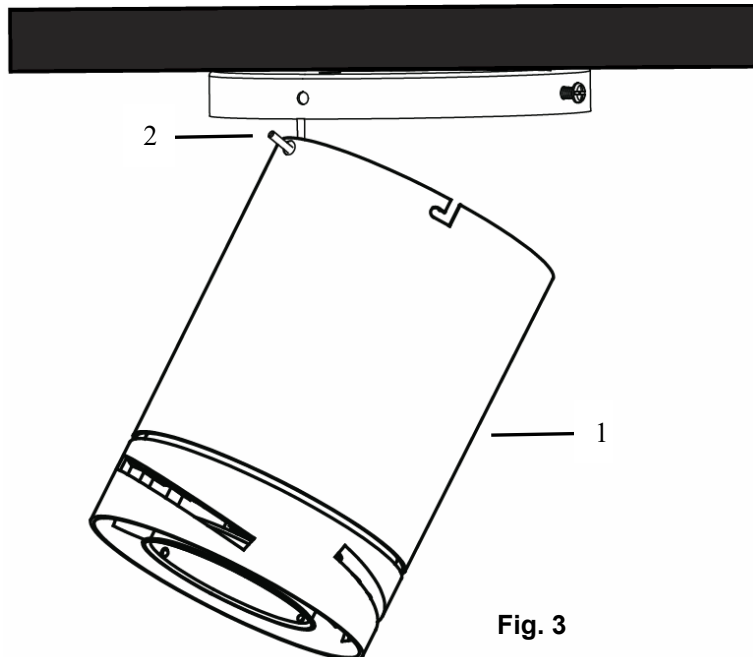

Fig. 3
- Avvicinare il ventilatore (1) alla staffa di supporto. Fissare il ventilatore al gancio a J (2) sulla staffa di supporto (Fig. 3).